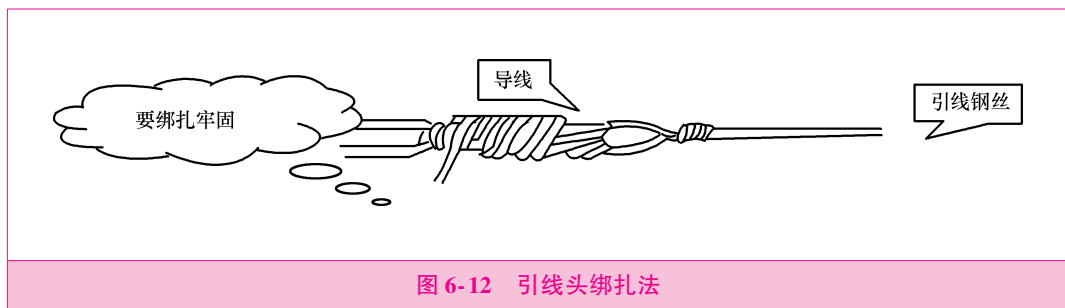

图 6-12 引线头绑扎法
- 3) 把剥掉绝缘的两根或几根要穿同一管的导线对齐，细导线（独股导线）可将端部线芯弯回，直接用穿带引线绑扎，这个线接头就是穿线时的引线头部，如图 6-12 所示。